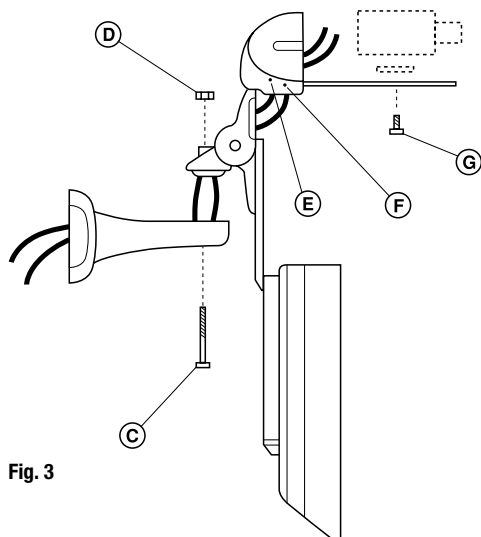

Fig. 3
6. Passare i cavi attraverso lo snodo e assemblarlo al supporto mediante la vite (C) e dado (D) (Fig. 3).
8. Far passare i cavi attraverso i gommini pressacavi (E) ed avvitare le due viti poste al centro delle due piastrine (F) (Fig. 3).
10. Fissare la telecamera (eventualmente con elevatori) alla slitta interna con vite (G) e relativa rondella isolante (Fig. 3).